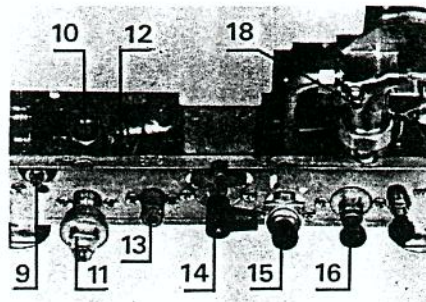

Fig. 2
4. En hiver, vérifiez que le robinet anti-thermosiphon du départ chauffage (16) (fig. 2) est bien ouvert.